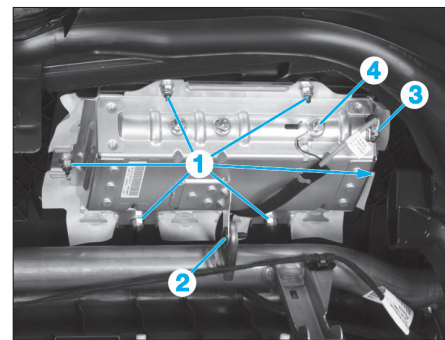

Fig. 2
- Déposer les écrous (1) et la vis (2) (Fig.2).
- Débrancher le connecteur (3) et la masse (4).